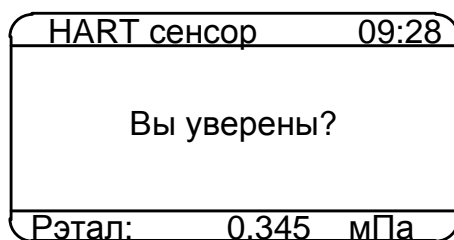

**Рисунок 2.34**
2.6.5.7.7 Выбор пункта «Подстройка сенсора» и нажатие кнопки «» приводит к появлению на дисплее КДМ-020 подменю *HART сенсор* (см. рисунок 2.34), содержащее следующие пункты: